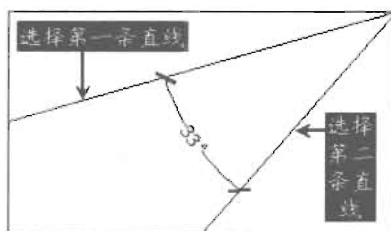

图 10-58
(2) 执行“标注>角度”菜单命令，然后根据命令提示标注两条直线之间的角度，标注效果如图 10-58 所示，命令执行过程如下。